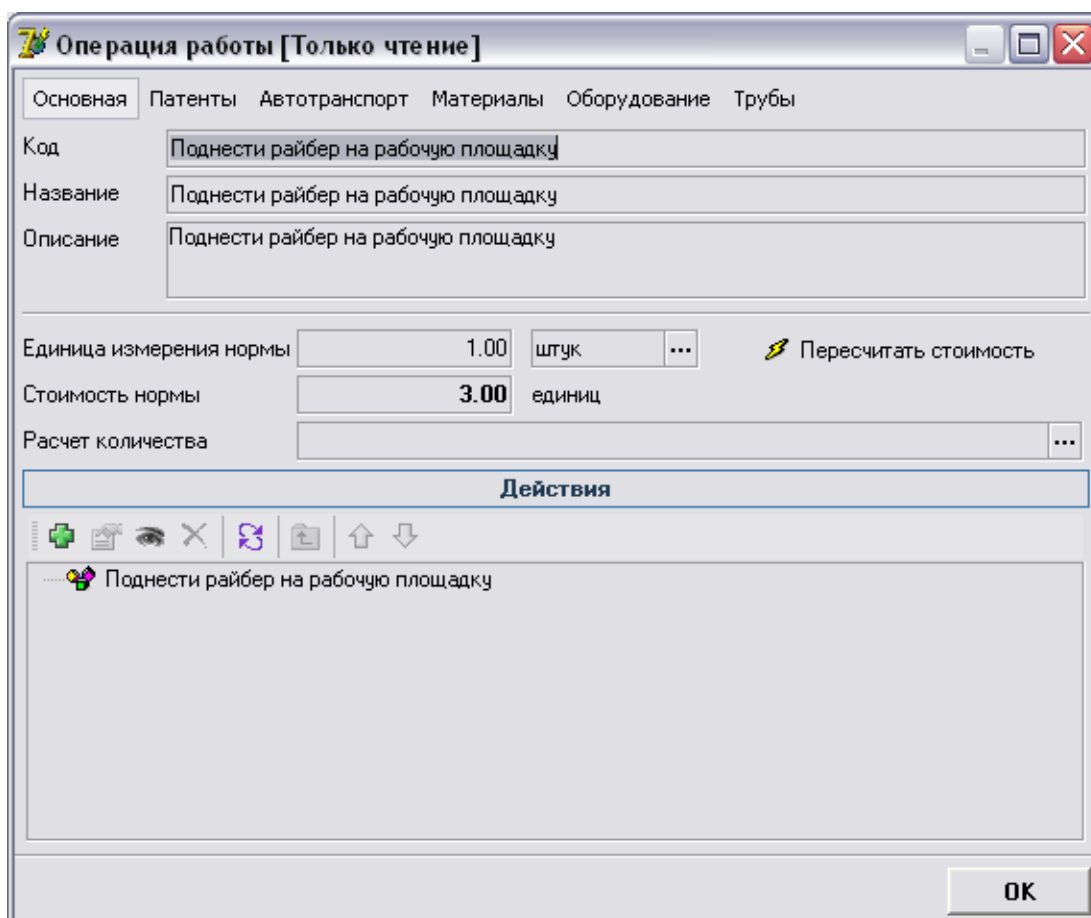

Рисунок 2.8.
2. В открывшемся окне «Операция технологического процесса (только чтение)» (рис.2.8) Вы можете просмотреть информацию о подчиненной операции.